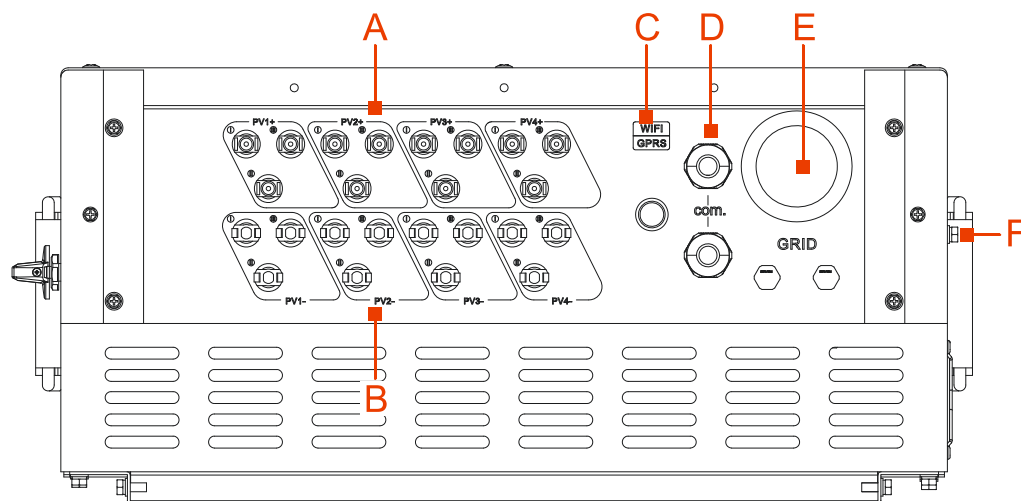

Figura 3-9 Marca de conexão
A fiação do inversor deve ser feita em sua parte inferior. A marca é mostrada na Figura 3-9 e o significado da marca é mostrado na Tabela 3-1. Os requisitos de cabo recomendados são mostrados na Tabela 3-2.
1. Como o SPI15K-BLV, o SPI20K-BLV, o SPI25K-BLV e o SPI30K-BLV possui nove rotas de entrada CC, as três rotas de entrada CC na marca PV4+ e PV4- de Figura 3-9 não se acoplam ao conector PV. Use plugues para bloqueá-los.